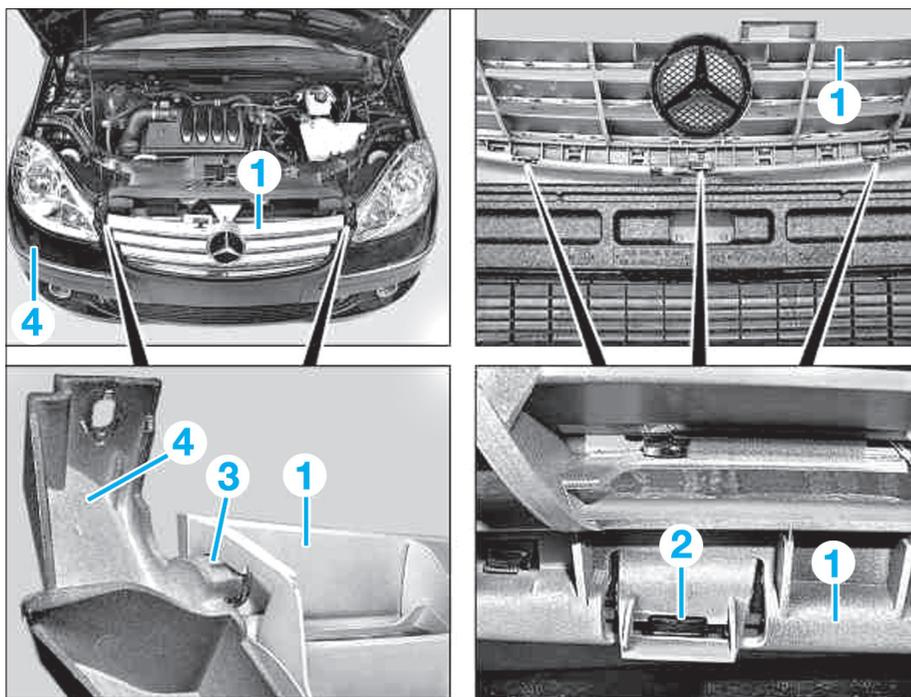

FIG. 5
- De l'extérieur de la calandre (1), déverrouiller les agrafes (2) (Fig.5).
- Pivoter la calandre (1) vers le radiateur.
- Dégager la calandre (1) des guidages (3) et du bouclier (4).